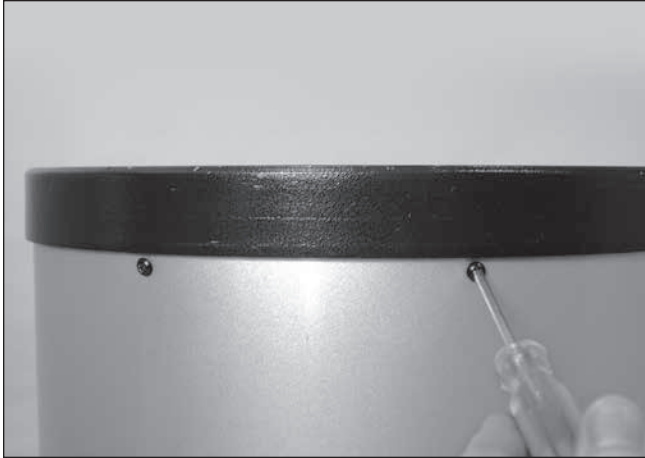

Figura 18. Per rimuovere l'anello di chiusura posteriore, svitare le otto viti che lo fissano al tubo.
1. Prima di installare lo specchio nel tubo ottico, è necessario rimuovere l'anello di chiusura posteriore fissato alla sezione inferiore del tubo ottico, svitando e rimuovendo le otto viti con testa a croce che lo fissano al tubo (**Figura 18**) e quindi estraendolo dal tubo.